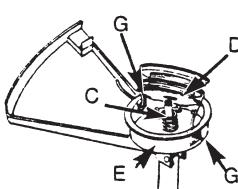
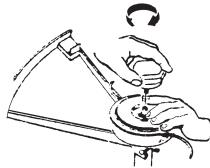

Bild 20.
Bild 22.
7. Tryck fast fjädern (C) på spolens nedre sida (om den inte redan sitter fast), dra ut trådändarna genom hålen (G) i sidan av kåpan (E). Se bild 20.
8. Tryck in spolen (B) i kåpan och mata samtidigt ut trådarna genom hålen (G).
9. Tryck spolen (B) inåt så att fjädern trycks ihop, ryck till i trådarna så att de lossnar från trådhållarna (F) i spolen.
10. Tryck fast det kompletta trimmerhuvudet på spindeln och håll fast, dra åt ratten (A) medurs (dra endast åt med handkraft) (Se bild 22).